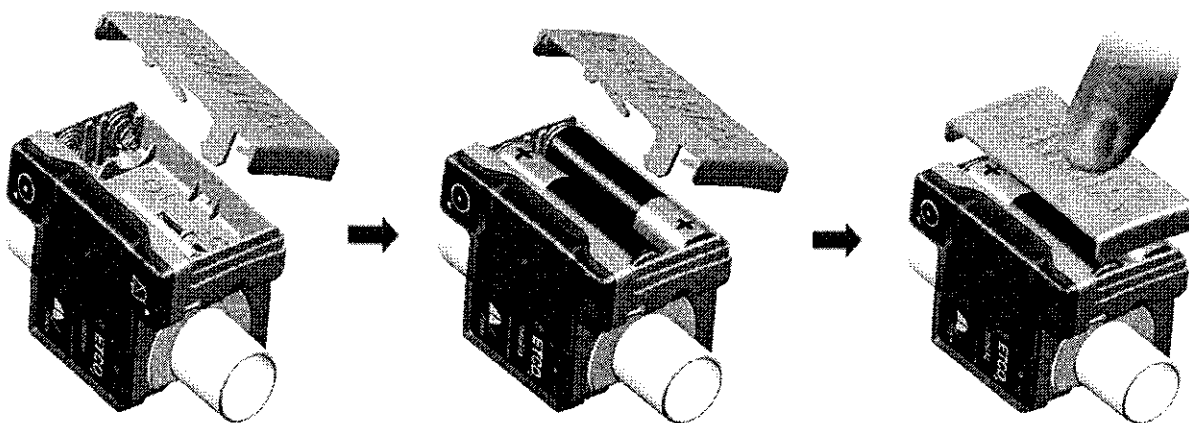

Figura 2. Inserción de las baterías.
2. Abra el compartimiento de la batería e inserte dos (2) pilas de tipo AAA. Compruebe que las baterías se inserten respetando la polaridad indicada. Después de instalar las baterías, vuelva a colocar la tapa de la batería en su sitio. (Figura 2)